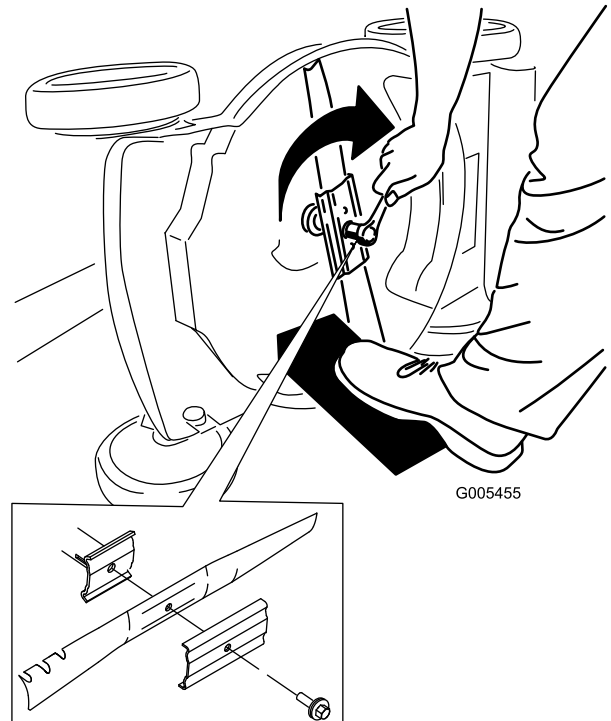

Figura 31
5. Montate la nuova lama usando la bulloneria di montaggio (Figura 31).